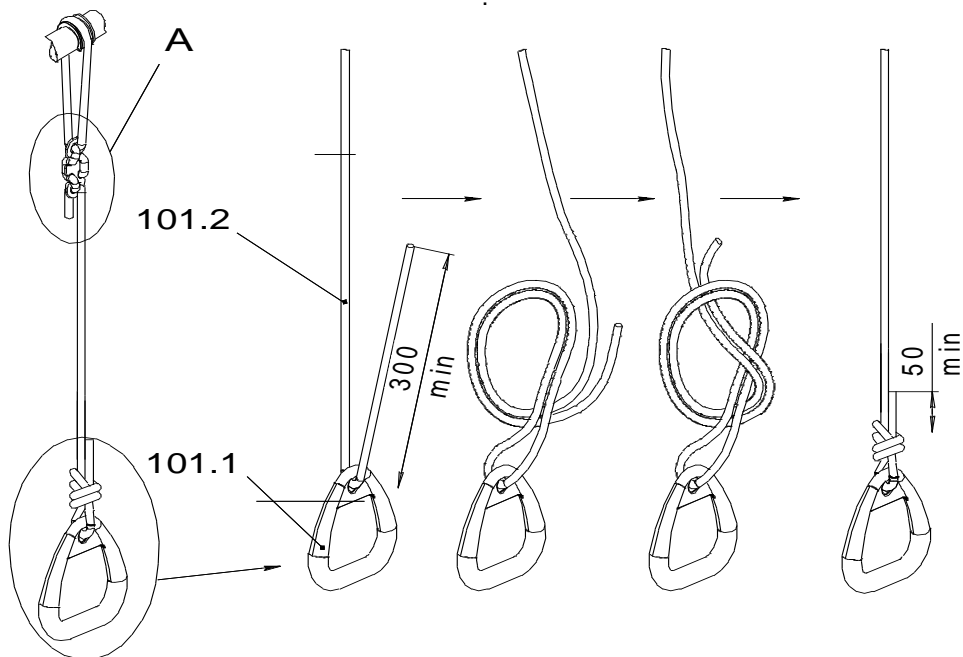

Рис.14.1
- Собрать и повесить кольца гимнастическиепоз.101 (Рис.14.1 и 14.2)